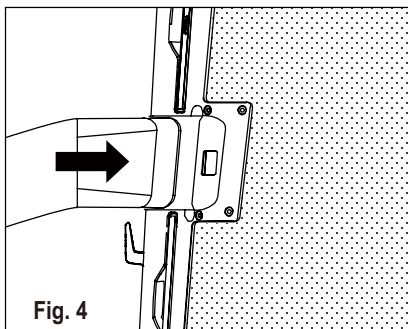

Fig. 4
2. Introduceți adaptorul A în gaura de transfer a unității, ca în Fig. 4.